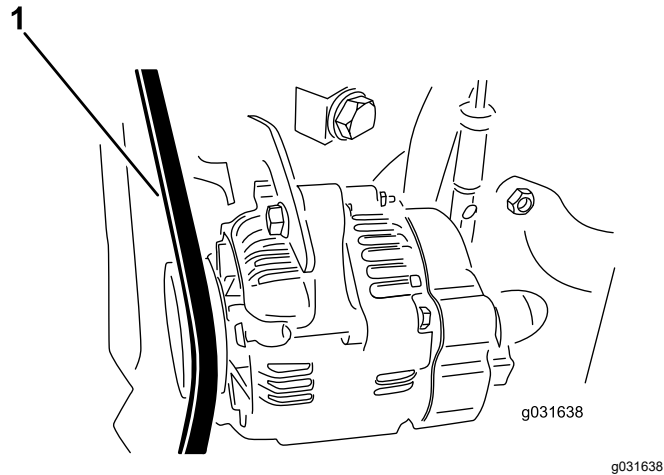

图 62
- 2. 向交流发动机皮带的两个皮带轮中间位置施加 30N 的力量 图 62。